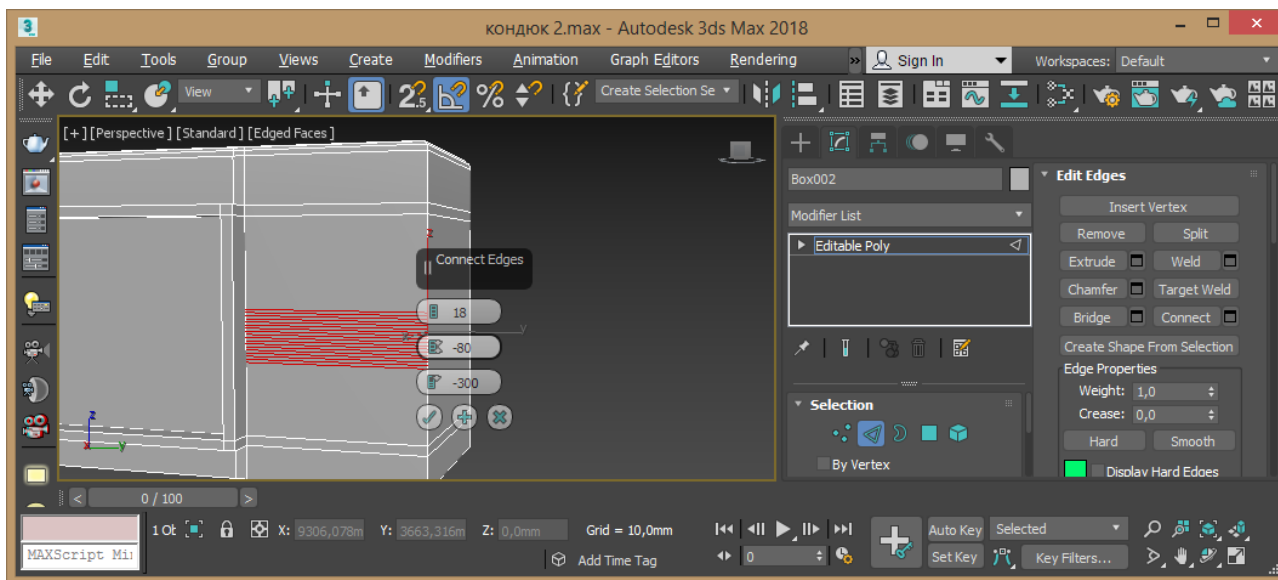

Рис. 3.5 – Редагування ребер
5. Перейдіть у режим редагування ребер Edge, виділіть 2 вертикальних лівих ребра та поділіть командою Connect із наступними параметрами: 18, -80, -300 (рис.3.5).